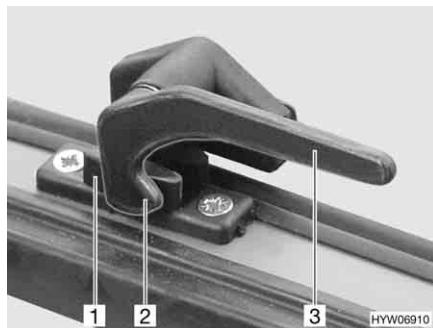

Bild 10 Verriegelungshebel in Stellung "geschlossen"
- Den Verriegelungshebel (Bild 10,3) eine viertel Umdrehung zur Fenstermitte hin drehen.
■ Den Verriegelungshebel (Bild 10,3) eine viertel Umdrehung zum Fensterrahmen hin drehen. Die Verriegelungsnase (Bild 10,2) liegt auf der Innenseite der Fensterverriegelung (Bild 10,1).
- in Stellung "fest verschlossen" (Bild 10).